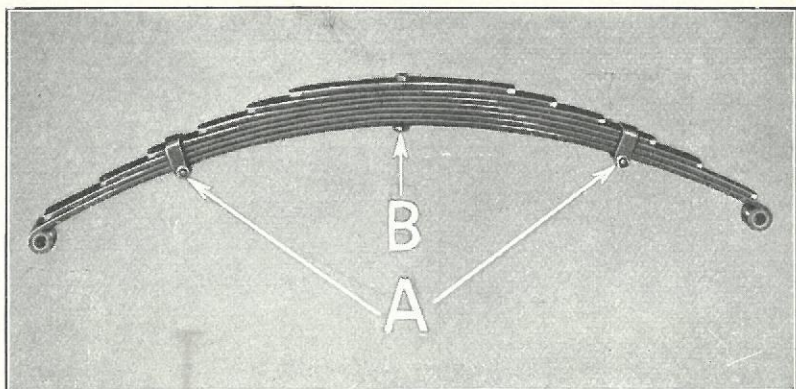

Fig. 368
- 679** Undersøg omhyggeligt, om noget Fjederblad er revnet eller slidt skævt. Fjedrene adskilles ved at aftage de to Forfjederklemmer »A« (Fig. 368). Fjederen anbringes derpaa i en Skruestik, og Samlebolt-Møtrikken »B« skrues af og Boltene trækkes ud. Hvis Fjederbladene er slidte eller revnede, skal ny indsættes.
- 681** Ved Samling af Fjederbladene rettes Boltehullerne op, Samlebolten indsættes og Møtrikken sættes paa. Forfjederklemmerne »A« (Fig. 368) anbringes paa Fjederen. Boltene sættes i og Møtrikkerne spændes til. Fjederen er spændt op i en Skruestik under dette Arbejde.